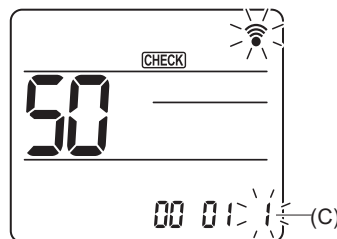

Fig. 6-17
- (4) Seleccionar el número de ajuste
Utilice el botón para cambiar el número de ajuste (C). (Fig. 6-17)